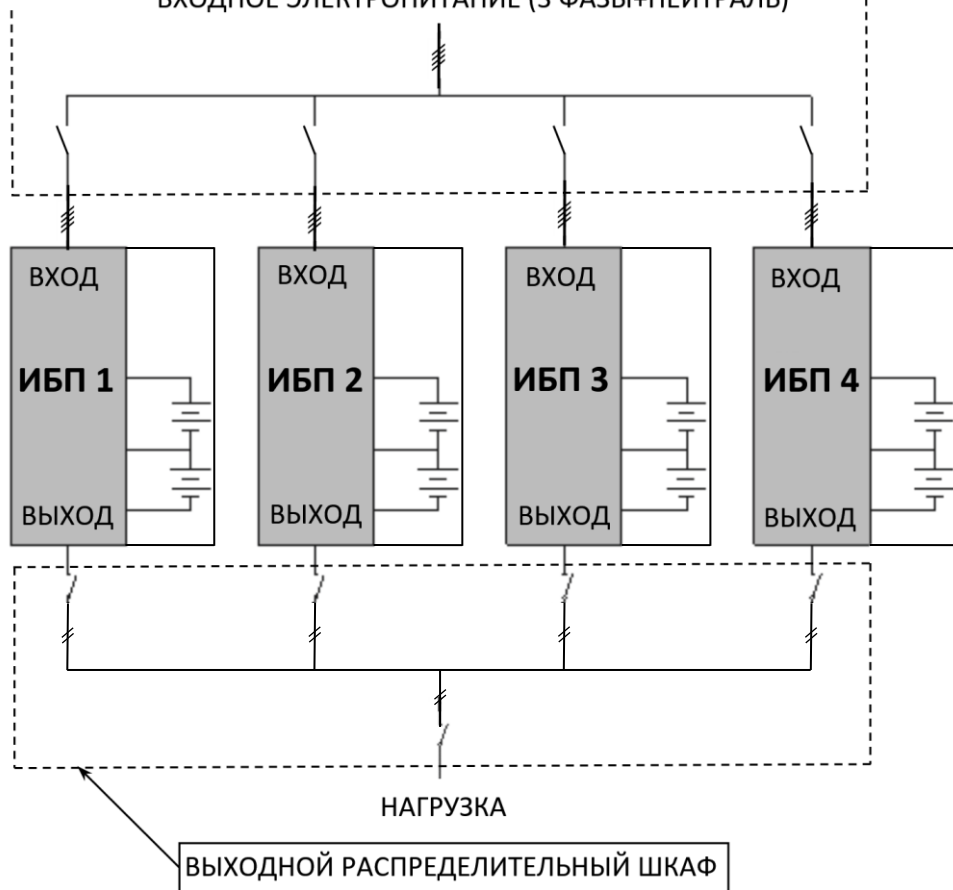
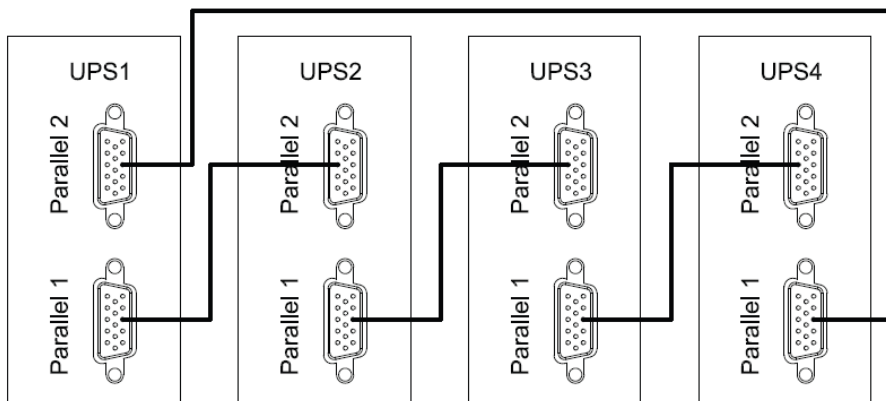

Рисунок 20 — Пример схемы подключения четырех изделий в систему параллельного резервирования с выходным распределительным шкафом.
Рисунок 21 — Схема соединения изделий в «кольцо» через параллельные порты.
**Изделие имеет встроенный параллельный контроллер и может работать в системе бесперебойного питания с параллельным резервированием (см. рисунок 20 и рисунок 21). Целью такой системы является либо повышение надежности (резервирование), либо увеличение общей выходной мощности (масштабирование).**
**Установите дополнительные внешние выходные выключатели (см. рисунок 20) между выходными клеммами каждого изделия и общими шинами, тщательно соблюдая фазировку.**
- отключите входное сетевое питания каждого изделия, убедитесь в том, что все внешние выключатели разомкнуты (см. рисунок 20);